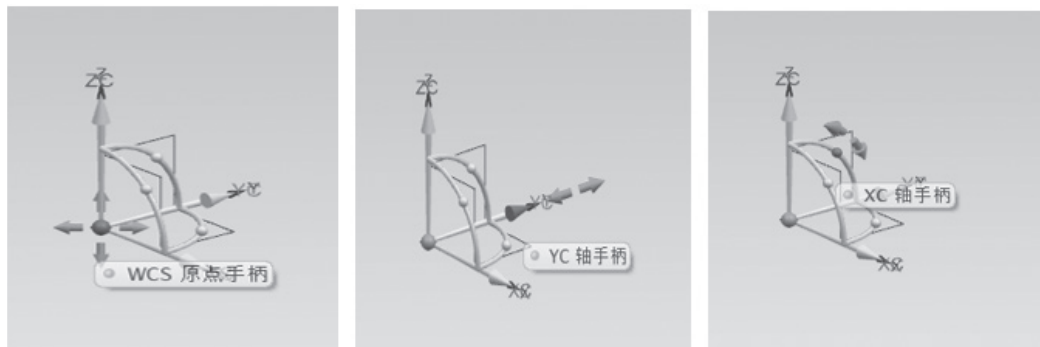

图 1-25
① 动态。动态 WCS 命令可以通过鼠标直接控制动态坐标系上的平移手柄和旋转 WCS，也可以直接在输入框中输入平移的距离和旋转的角度，如图 1-25 所示。